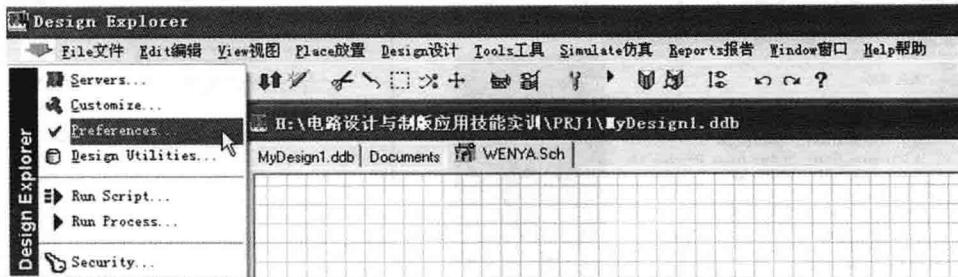

图 1-8 执行 Preference 命令
(1) 如图 1-8 所示, 单击主工具栏的按钮  , 选择执行 “Preference” 命令。